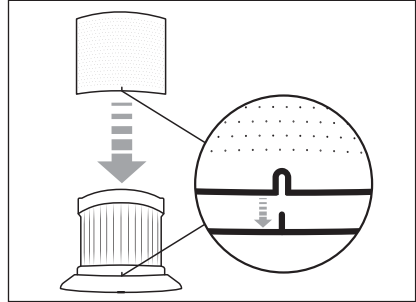

Bild 14
- 5) Placera det rostfria filtret **6** på EPA-filtret **5** och för sedan hela det rostfria filtret över EPA-filtret **5**. Försäkra dig om att spärren på EPA-filtret **5** griper in i urtaget på det rostfria filtret **6** (se bild 14).